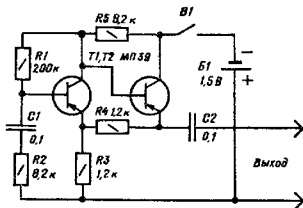

Рис. 70. Генератор-пробник на двух транзисторах
2. Генератор-пробник на двух транзисторах без трансформатора (рис. 70) вырабатывает прямоугольные импульсы и позволяет проверять все каскады усилителя или радиоприемника. Причем частоту колебаний можно изменить емкостью конденсатора $C1$: с увеличением емкости частота понижается. А изменение сопротивления резисторов влияет на форму выходных колебаний: с увеличением $R2$ и уменьшением $R3$ нетрудно добиться синусоидальных колебаний на выходе и превратить таким образом пробник в звуковой генератор с фиксированной частотой.